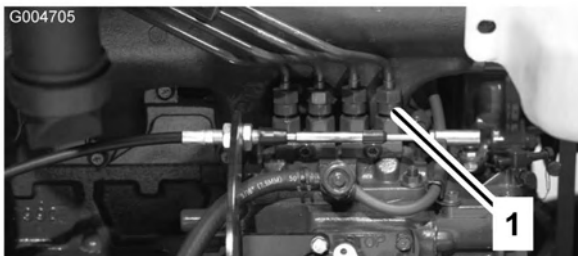

Bild 52
1. Lockern Sie den Leitungsanschluss an der Einspritzdüse Nr. 1 und am Halter an der Einspritzpumpe (Bild 52).